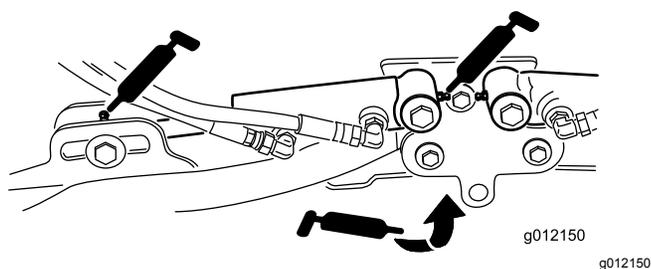

Figura 76
- Cilindros do braço de elevação da unidade de corte (2 cada) (Figura 76)
- Articulações do braço de elevação (1 cada) (Figura 76)